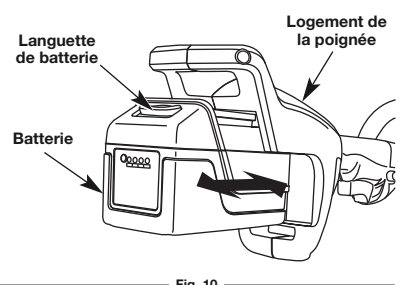

Fig. 10
1. Alignez la languette de la batterie avec la cavité de la poignée (Fig. 10).
1. Faites glisser le bouton de la glissière de la batterie vers le bas et tenez-le (Fig. 10).
1. Insérez la batterie dans la cavité de la poignée (Fig. 10). Consultez la section *Installer la batterie*.